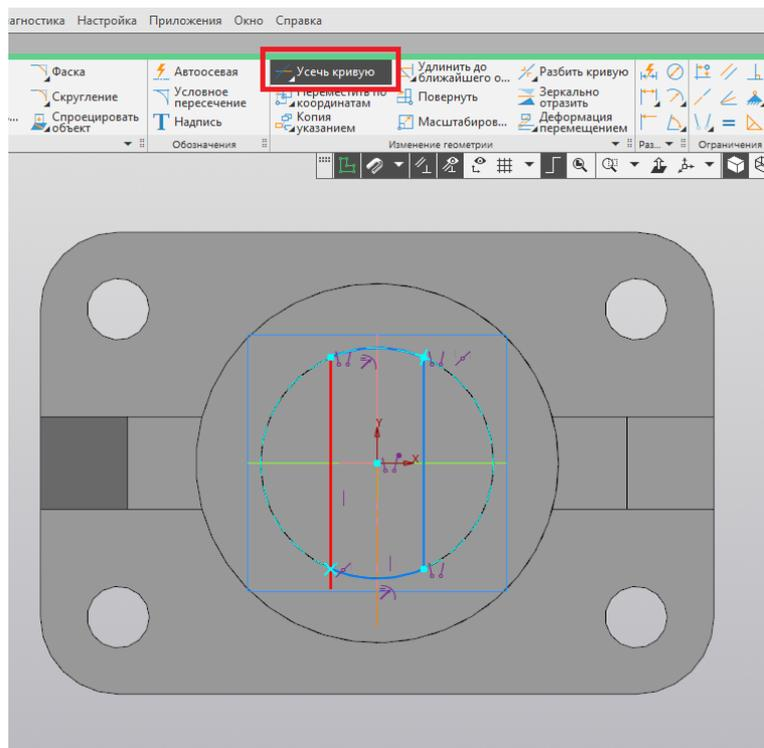

Рис. 155
27. При помощи команды «Усечь кривую» отсекаем боковые части окружности и хвостики прямых, выходящие за контур окружности (рис. 155).